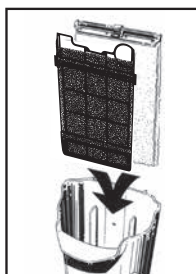

Fig. 3
3. Insérer la cartouche filtrante et le Bio-Foam®, tel qu'illustré (Fig. 3). (Remarque : Le devant du Bio-Foam® porte l'identification « front » et doit faire face au devant du filtre interne.)